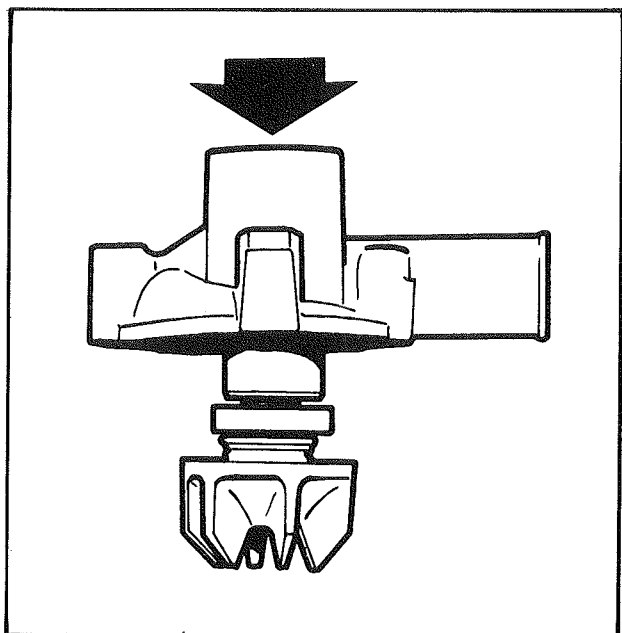

Fig. 3
- chasser l'ensemble roulement, joint d'étanchéité et turbine (fig. 3).